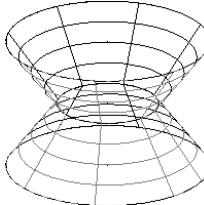

图 6-22 绘制直纹曲面
- ③ 系统弹出“直纹/举升”工具栏，单击工具栏中的“直纹曲面”按钮 G ，结果如图 6-22 所示。如果单击工具栏中的“举升曲面”按钮 F ，则得到如图 6-23 所示结果。